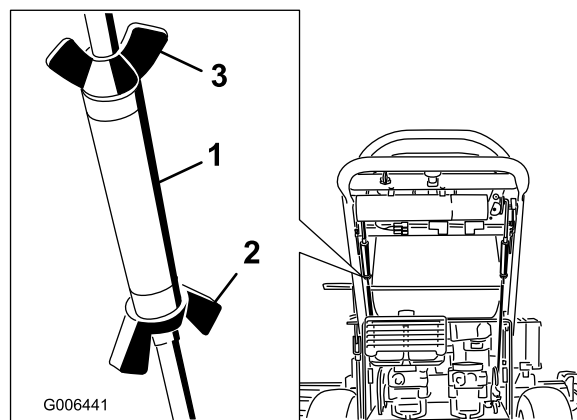

Figure 45
3. Fixez le tendeur en position avec les écrous à oreilles (Figure 45).
5. Fixez le tendeur en position avec les écrous à oreilles (Figure 45).